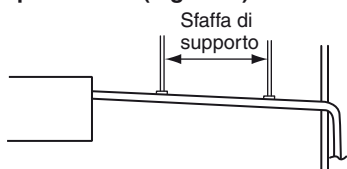

Fig. 3-10
- Non applicare forza eccessiva al tubo sul lato dell'unità quando si collega il tubo di scarico. Il tubo non deve venire lasciato pendere senza supporto dopo essere stato collegato a quest'unità. Fissare il tubo ad un muro, ad un sostegno o altro supporto il più vicino possibile a quest'unità. (Fig. 3-10)